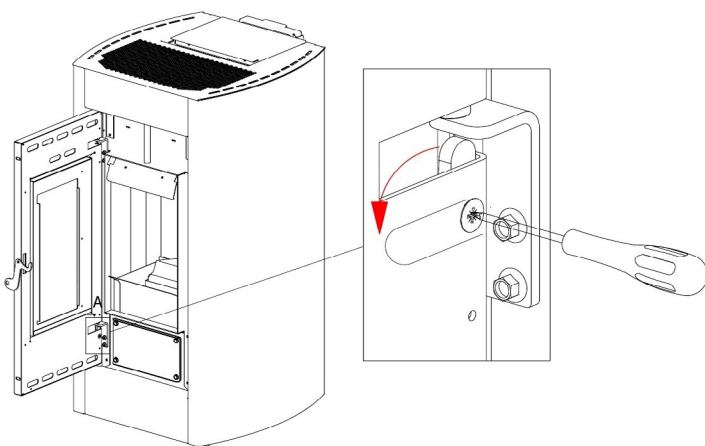

Fig. 21 - Verwijdering van de schroeven
- Met behulp van een schroevendraaier de hendel in de richting van de pijl draaien (zie Fig. 21 op pag. 19).